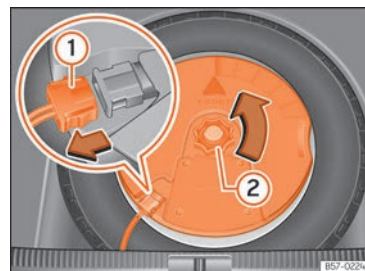

Fig. 199 Dans le coffre à bagages : démonter le subwoofer.
- Déconnectez le câble du haut-parleur subwoofer » fig. 199 ①.
• Dévissez la molette de fixation en la tournant dans le sens inverse des aiguilles d'une montre » fig. 199 ②.